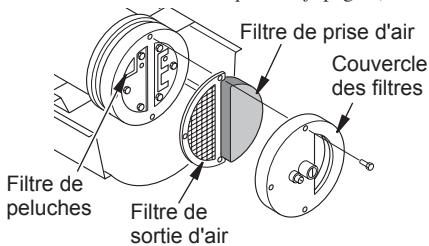

Figure 15 - Filtres de sortie d'air, de prise d'air et de peluches, modèle 40/55/70 uniquement
2. Retirez les vis du couvercle des filtres à l'aide d'un tourne-écrou de 5/16 po (voir figure 15 ou 16, page 11).